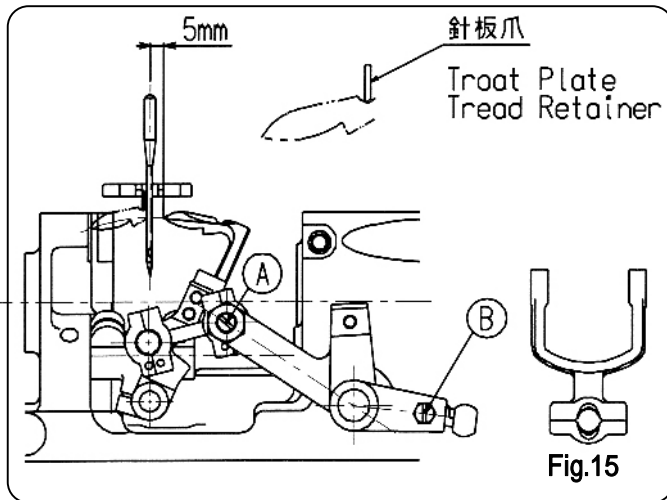

Fig.15
Loooper travel distance should be adjusted at 24mm by loosening screw (B). (Fig.15)
ルーパの運動量が24mmになるように、ネジBを緩めて調整してください。(Fig. 15)